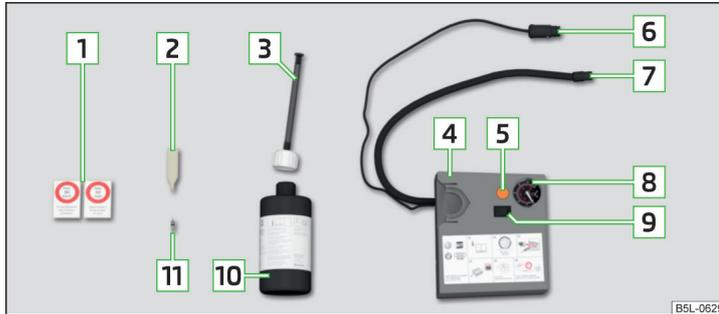

Abb. 216 Prinzipdarstellung: Bestandteile des Pannensets
### Bestandteile des Sets » Abb. 216
- › Den entsprechenden Aufkleber **1** » *Abb. 216 auf Seite 223* auf die Schalttafel im Sichtfeld des Fahrers kleben.
- › Die Reifenfüllflasche **10** » *Abb. 216 auf Seite 223* einige Male kräftig hin und her schütteln.
- › Den Reifenfüllschlauch **7** » *Abb. 216 auf Seite 223* des Luftkompressors fest auf das Reifenventil schrauben.